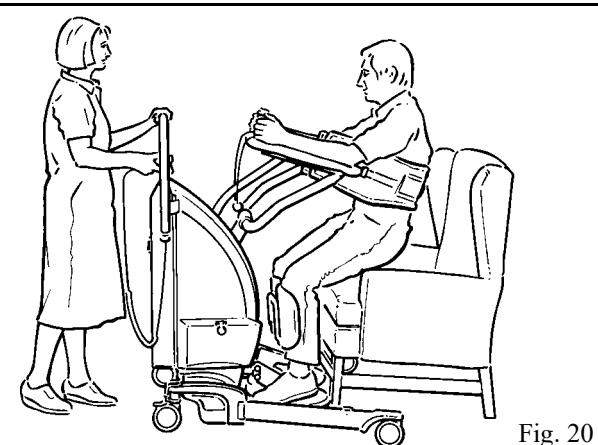

Fig. 20
7. Pulse el botón de elevación del mando de control o del panel de control doble para levantar al paciente hasta una altura apropiada y cómoda con el fin de realizar una función determinada, por ejemplo, para su transporte, uso del WC, etc. (Véase la fig. 20)